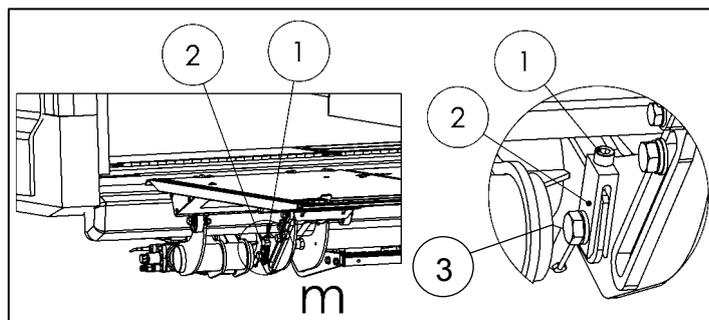

Fig. 70
- Para alinear la plataforma al piso del vehículo, ajuste el mecanismo de elevación usando la horquilla de ajuste del lado izquierdo (tornillo de ajuste accesible desde arriba) (vea Fig. 70).